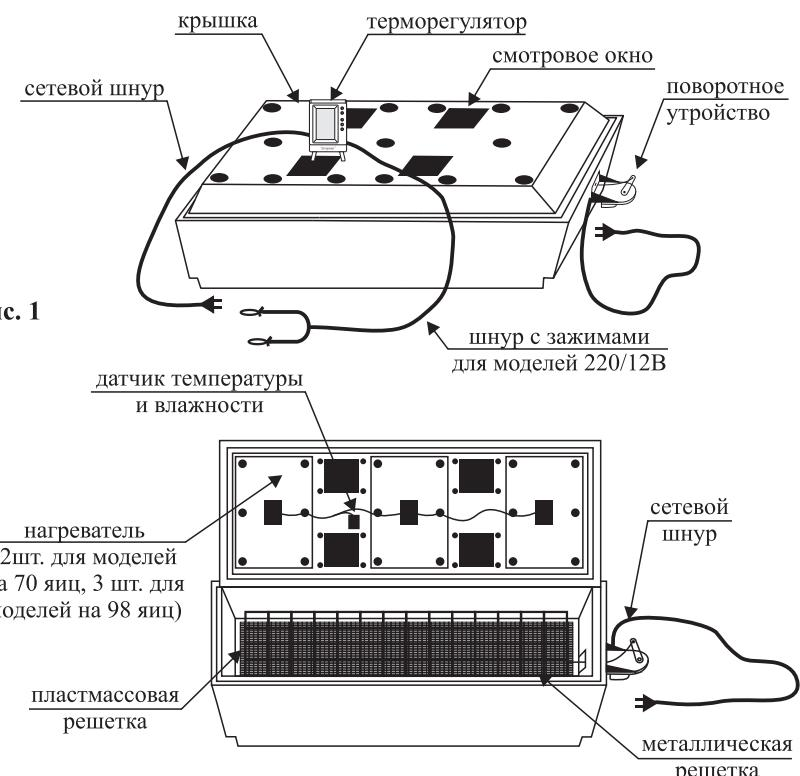

Рис. 1
1.4. Общий вид инкубатора представлен на Рис. 1